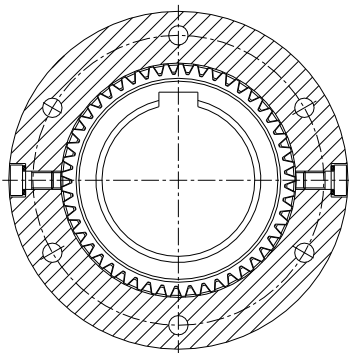

Bild 42: Horisontell position på fettpluggar
- Vrid kopplingen så att fettpluggarna (komponent 7) ligger positionerade horisontellt (se bild 42).